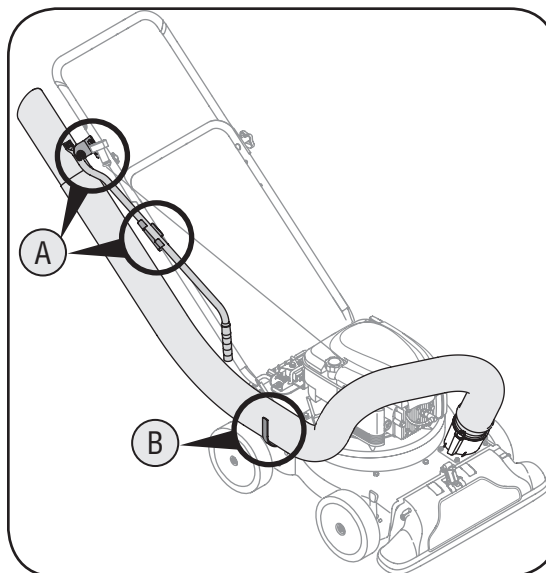

Figura 3-5
- a. Primero, una a presión la manija de la manguera con el soporte para la manija de la manguera superior, y después con el soporte de la manguera inferior. Vea la figura 3-5.
- b. Sitúe el caño de la manguera en el gancho de soporte junto al canal de la cortadora. Vea la figura 3-5.